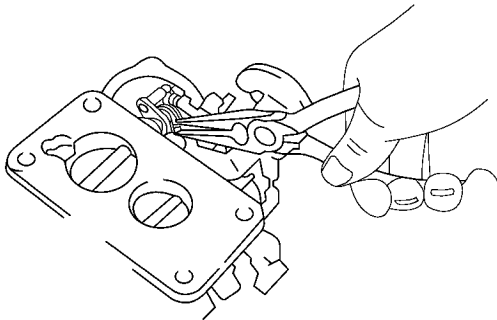

图 2-15 弯曲副腔节气门止动杆调整其全开角度
4) 弯曲副腔节气门的止动杆调整其全开角度，如图 2-15 所示。